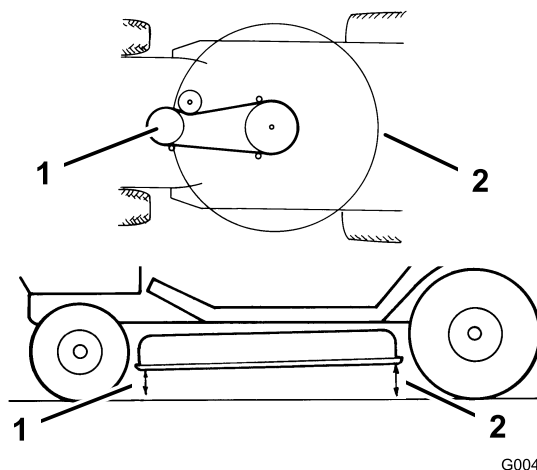

Figura 46
10. Verificate l'inclinazione longitudinale della lama eseguendo la misurazione della distanza tra la parte inferiore del tosaerba (parte centrale anteriore e posteriore) e la superficie piatta (Figura 46). Se il lato anteriore del tosaerba è più basso di 16 mm rispetto al lato posteriore, regolatelo; vedere le fasi 11 a 17.